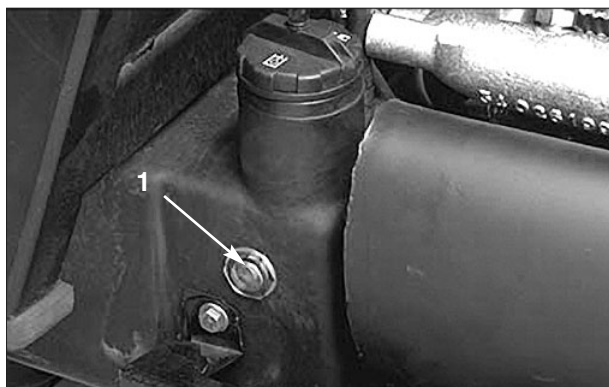

Figure 48
5. Lorsque les plateaux de coupe latéraux sont relevés, le plateau de coupe central est abaissé et l'huile est chaude, observez le niveau dans le viseur (Fig. 48). Si vous ne pouvez pas voir l'huile, faites l'appoint pour amener le niveau au centre du viseur (niveau max.). Pour éviter de remplir excessivement, ne faites pas le plein lorsque l'huile est froide. **NE REMPLISSEZ PAS EXCESSIVEMENT.**
2. Réglage des modèles à 4 roues motrices (Fig. 48) :